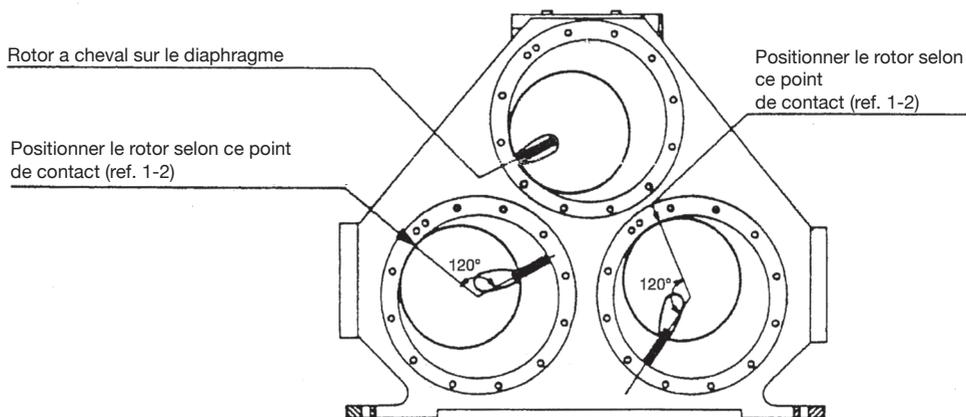

Figure 10
- Positionner les rotors selon les indications de la Fig. 10